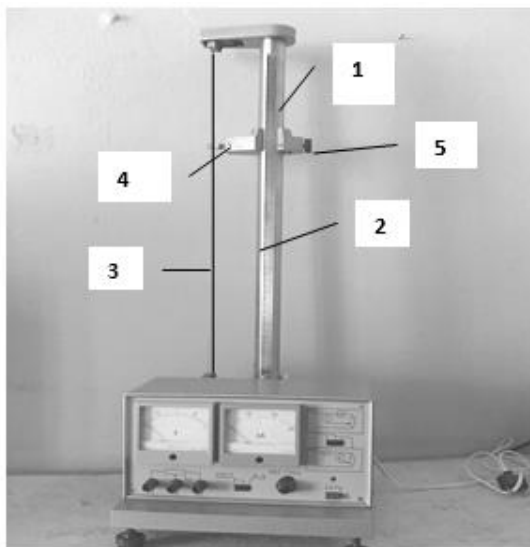

Рисунок 1 – Общий вид рабочей установки
Общий вид рабочей установки представлен на рис. 1. Основными элементами ее являются: **1** – неподвижная колонка; **2** – миллиметровая шкала, закрепленная на колонке **1**; **3** – проволока, сопротивление которой измеряется в данной работе; она закреплена с помощью верхнего и нижнего неподвижных кронштейнов; **4** – кронштейн, который может перемещаться вдоль колонки **1**; **5** – винт, фиксирующий кронштейн **4** в любом положении.
1. Перемещая кронштейн 4 (рисунок 1) вдоль колонки 1, установить по шкале 2 первое заданное значение l длины проволоки 3, зафиксировав положение кронштейна винтом 5.